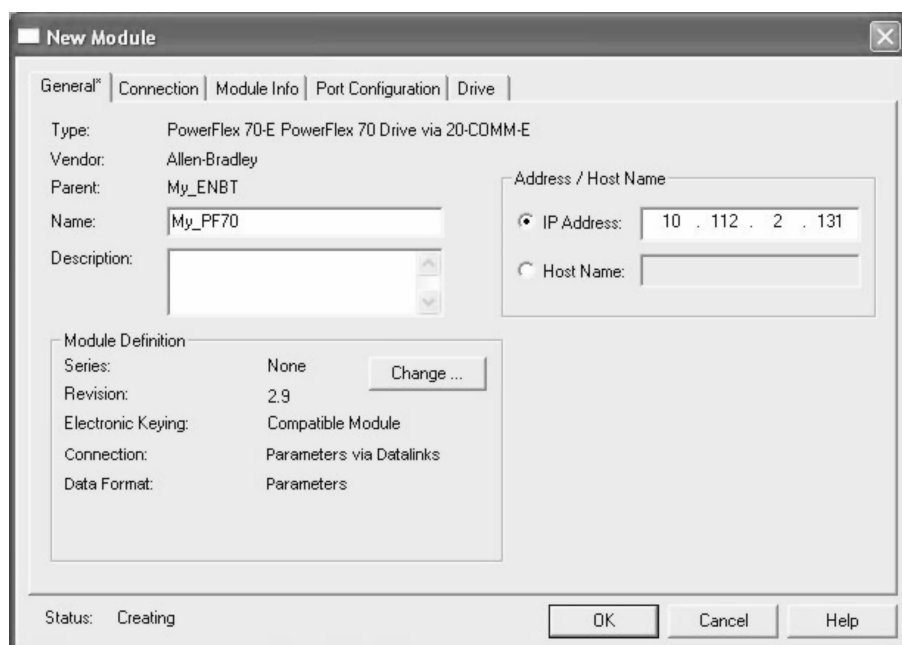

图 25-11 输入变频器名称和 IP 地址
10. 输入 PowerFlex 70 节点信息。输入 PowerFlex 70 的名称和 IP 地址数据，如图 25-11 所示。